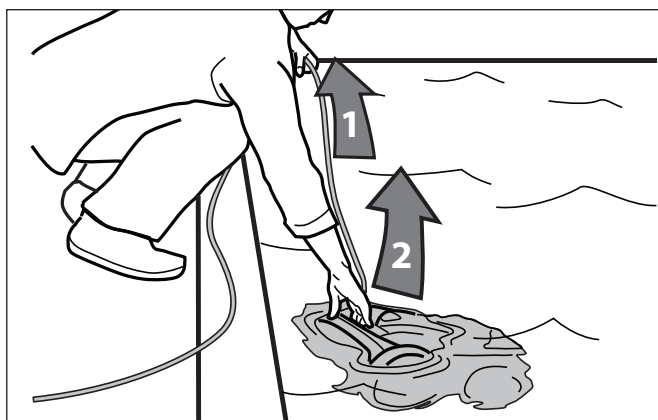

Figure 21. Sortir le nettoyeur de la piscine
- Ne jamais soulever le nettoyeur hors de la piscine en tirant par le câble flottant. Utiliser toujours la poignée pour l'enlever de la piscine. Se référer aux Figures 21 et 22.
1. Une fois le cycle de nettoyage terminé, les quatre (4) lumières situées sur le module de commande se mettront à clignoter lentement pour indiquer que le nettoyeur peut être retiré de la piscine.
4. Ne jamais sortir le 9300xi Sport de la piscine en tirant sur le câble flottant. Utiliser toujours la poignée pour le sortir de la piscine. Se référer aux Figures 21 et 22.